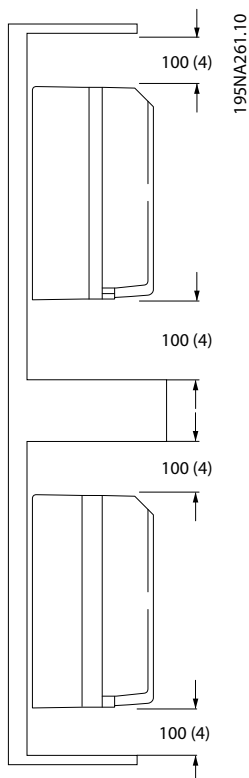

Ilustración 2.5 Espacio libre, por encima y por debajo, para refrigeración
- Se requiere un espacio libre mínimo de 100 mm (4 in) por encima y por debajo para la refrigeración por aire. Consulte *Ilustración 2.5*.